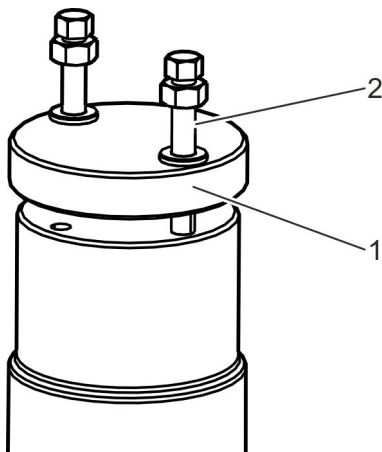

Abb. 30: Befestigungsschrauben einstecken
- 7.** ➤ Befestigungsschrauben (Abb. 30/2) in die Blockierbohrung (Abb. 30/1) einstecken und in zwei gegenüberliegenden Bohrungen im Gehäuse der federbelasteten Überdrucksicherung mit einem Anzugsmoment von 7 Nm gleichmäßig verschrauben.